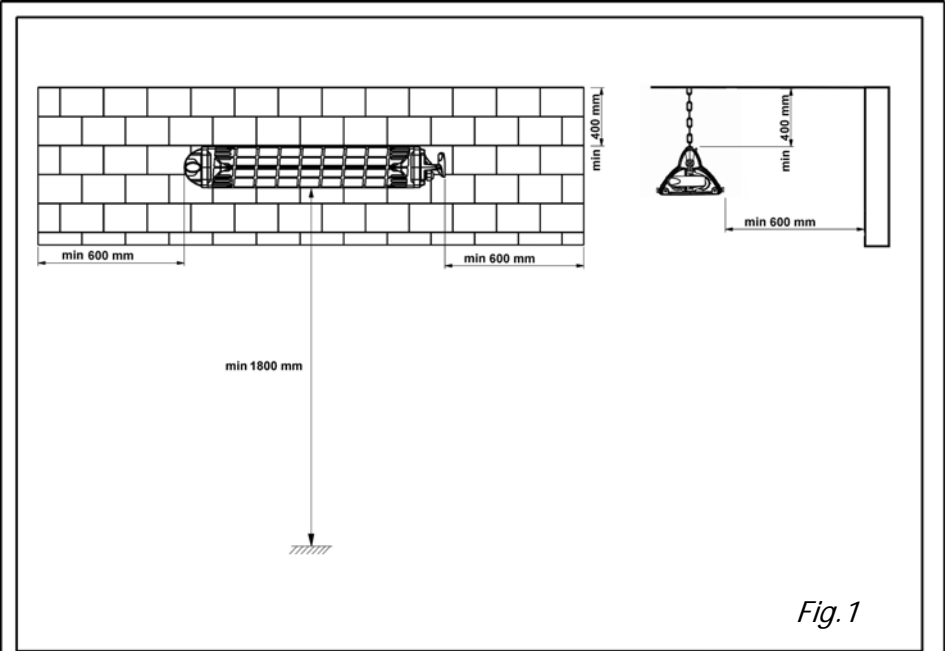

Fig. 1
- Lassen Sie einen Abstand von mindestens 40 cm zwischen dem höchsten Teil des Heizers und der Decke, und 60 Zentimeter zwischen dem Heizer und der Wand (Abb.1).
- Der Heizer muss auf einer Höhe von mindestens 180 cm installiert werden (Abb.1). Wird er im Bad installiert, beträgt die Mindesthöhe 225 cm in den Zonen 1 e 2, während in der Zone 3 die Mindestdistanz vom Boden 180 cm beträgt, unter Berücksichtigung der Vorschriften jedes einzelnen Landes (CEI 64-8).
Die Heizung erzielt eine Distanz von zirka 3 Metern vor dem Gerät (Abb.1).